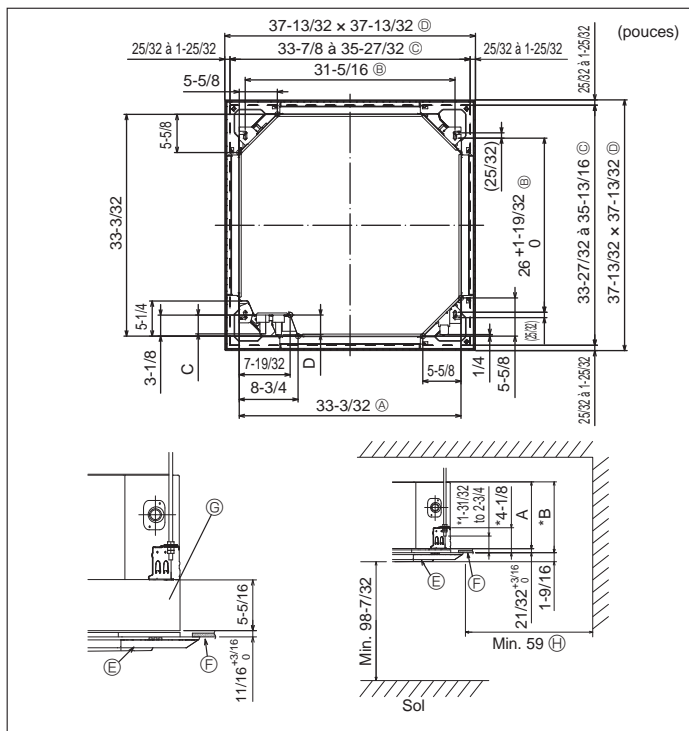

Fig. 2-2
### 2.2. Ouvertures dans le plafond et emplacement des boulons de suspension (Fig. 2-2)
- \* Les dimensions de l'ouverture dans le plafond peuvent être définies au sein de la plage indiquée dans la Fig. 2-2 ; centrer l'appareil principal par rapport à l'ouverture dans le plafond, en veillant à la symétrie de chaque côté par rapport à l'orifice.